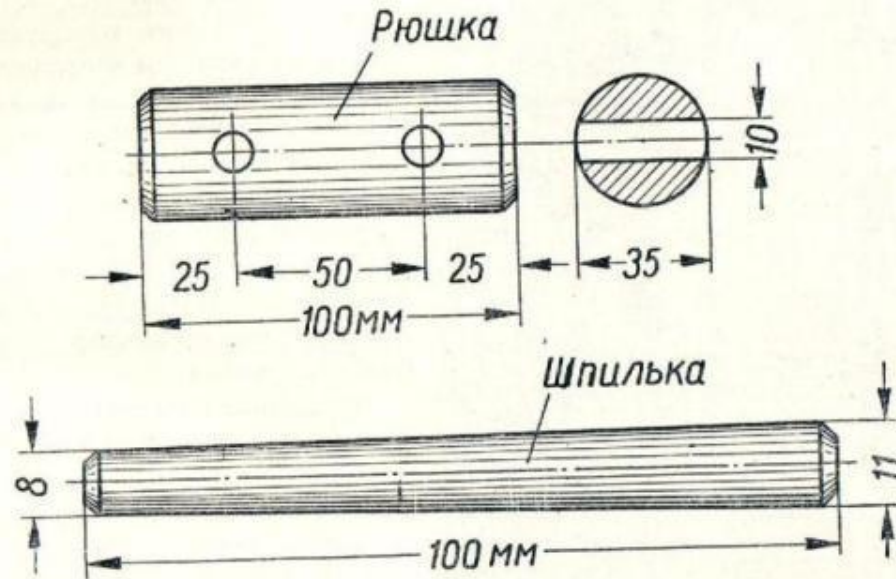

Рис. 11. Рюшка и шпилька в большом конструкторе
8. Рюшки длиной в 100 мм и диаметром в 35 мм имеют по два отверстия диаметром в 10 мм, в которые могут входить те же шпильки, что и для палок (рис. 11). Расстояние между отверстиями должно быть равно двум толщинам стенок ящиков,
диаметром в 10 мм. Шпильки зажимаются в отверстиях усилием руки ребёнка и не вываливаются даже при движении собранных конструкций (см. рис. 11); также легко их можно вытолкнуть из отверстия, нажимая ладонью на тонкий конец.